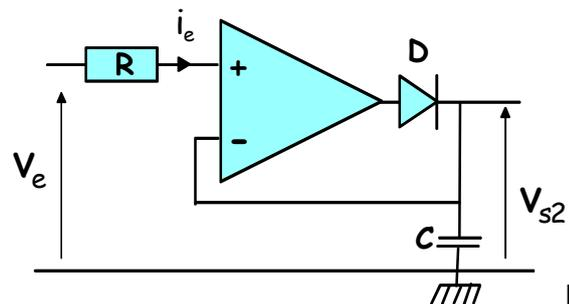

Fig 4
D) On considère le montage de la figure 4, où l'A.O.P est idéal, calculer l'expression littérale du courant d'entrée " i_e " et du gain en tension $AV_2 = V_{s2}/V_e$ en fonction des éléments du circuit et du signe du signal d'entrée ($V_e > 0$ ou < 0). Quel est sa fonction?